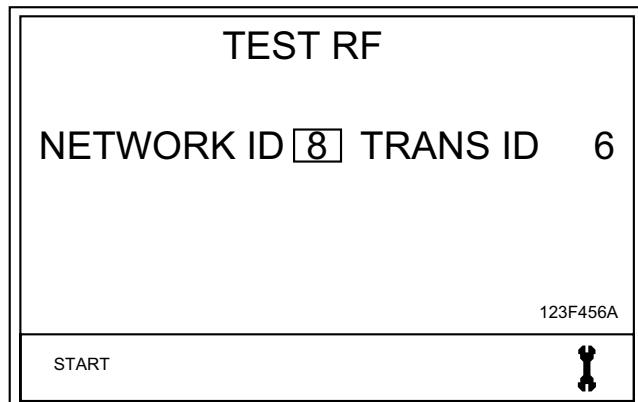

Рис. 7
4. Переместите курсор СТРЕЛКОЙ ВПРАВО на поле «START» [НАЧАТЬ] (Рис. 7).